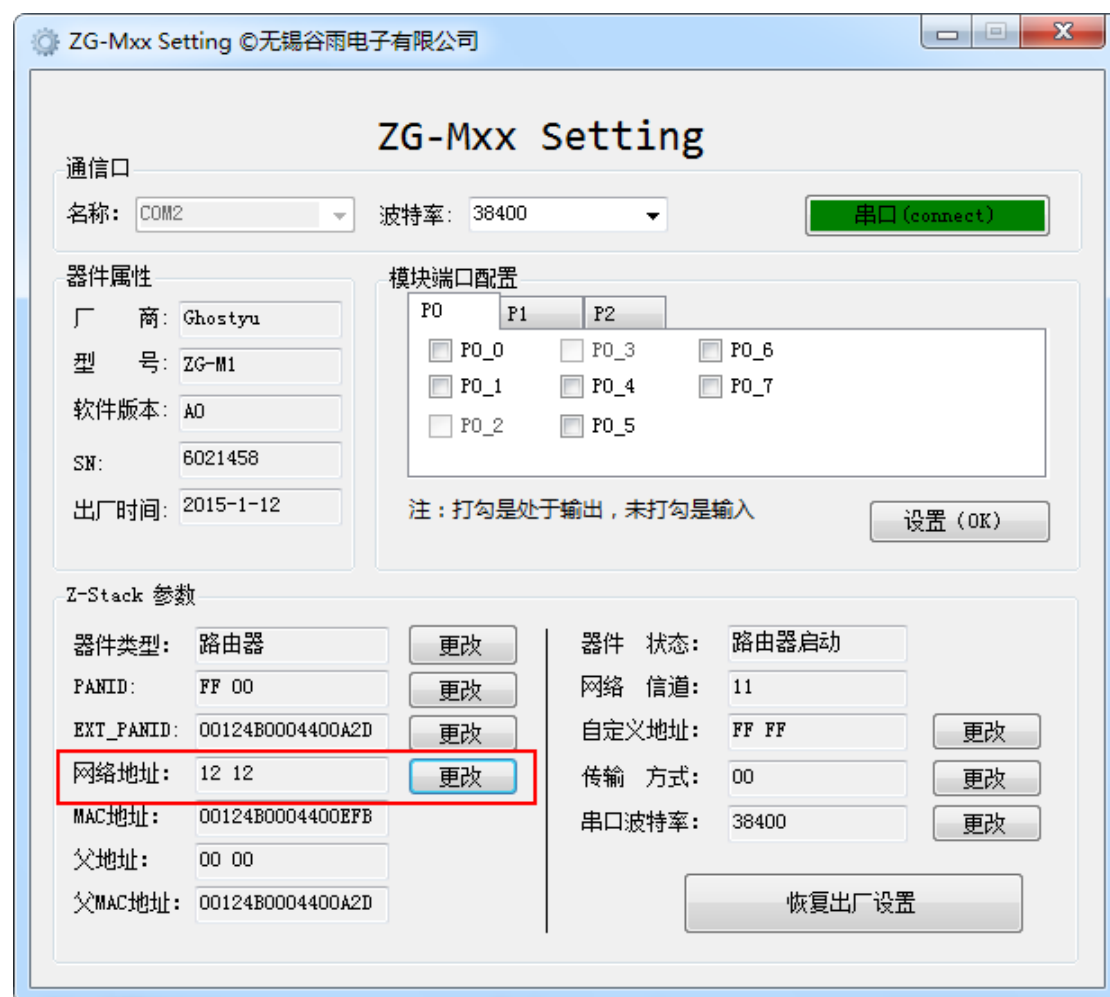

图 18 网络地址修改成功
- 修改成功后，主界面中网络地址就会变成新设定的网络地址如图 18 所示。修改成功的网络地址不会丢失，掉电后再次上电还会存在。